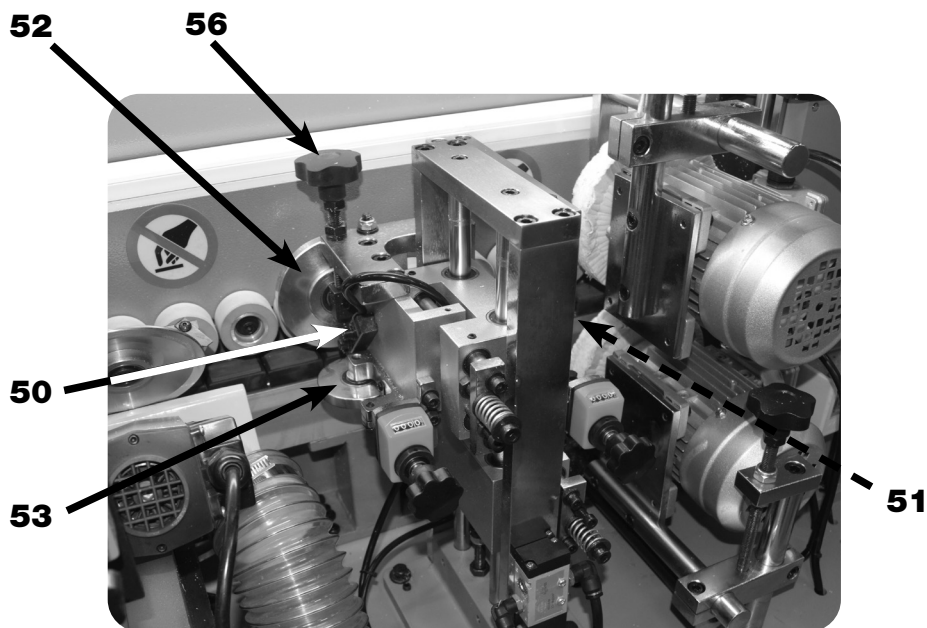

FIGURA 12 – Estação / Grupo do Raspador
Este Raspador (14) é composto da Lâmina Superior (50) e Lâmina Inferior (51). Assim como as Fresas (41) e (42) do Refilador (13), estas Lâminas (50) e (51) possuem os Discos Copiadores (52) e (53) (figura 12), que tem a mesma função dos Discos Copiadores (43) e (44).
O ajuste da profundidade do acabamento da Lâmina (50) e (51) pode ser realizado pelos Manípulos de Ajuste (54) e (55), que possuem um marcador para indicação da medida (figura 12). Girando no sentido horário avança a ferramenta para frente, girando no sentido anti-horário recua a ferramenta para trás.
Já o ajuste da altura da ferramenta em relação ao painel é realizado pelo Manipulo de Ajuste (56) (figura 12). Sentido horário aproxima a ferramenta do painel, sentido anti-horário afasta a ferramenta do painel.